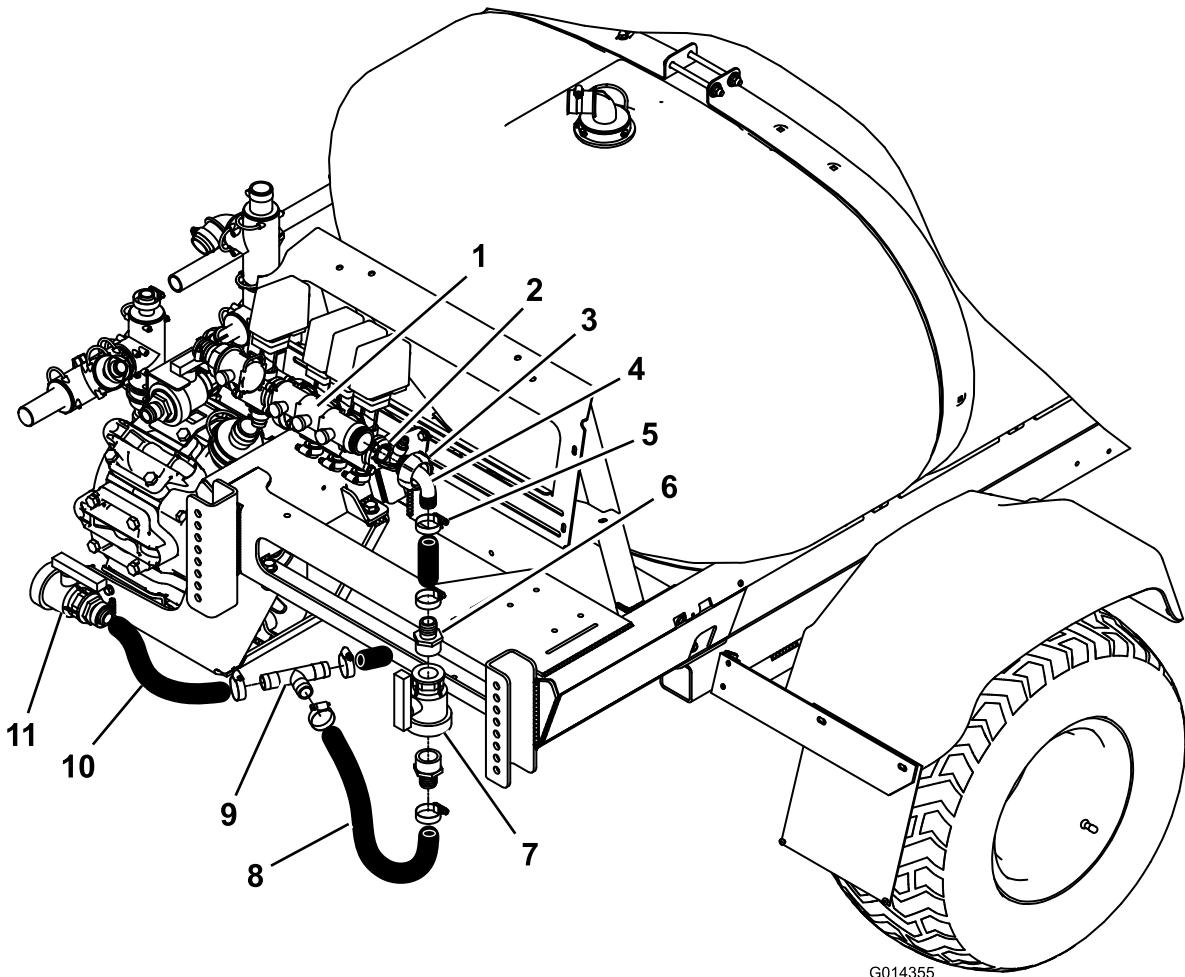

Bild 3
4. Legen Sie den O-Ring auf das geflanschte Ende des 90-Grad-Krümmers und setzen den Krümmer in die rechte Seite des Gegendruckventils (Bild 3).
6. Schneiden Sie den Ablassschlauch unter der Maschine und schneiden ihn 61 cm vom Abflussventil entfernt durch (Bild 3)
7. Schieben Sie eine Schlauchklemme über jedes Schlauchende und befestigen Sie ein gezahntes Schlauch-T-Anschlussstück zwischen den Schlauchenden (Bild 3).
9. Schneiden Sie den Umwälzungsüberlaufschlauch (Bild 3) 5 cm oder 7,6 cm vom Krümmer entfernt ab.
10. Schließen Sie den Umwälzungsüberlaufschlauch vom T-Anschlussstück am Krümmer (Bild 3).
12. Setzen Sie das Kugelventil und die zwei geraden, gezahnten Anschlussstücke und die zwei Schlauchklemmen ein, wie in Bild 3 dargestellt.
13. Befestigen Sie das Kugelventil und die zwei geraden Schlauchanschlussstücke mit den zwei Schlauchklemmen (Bild 3).